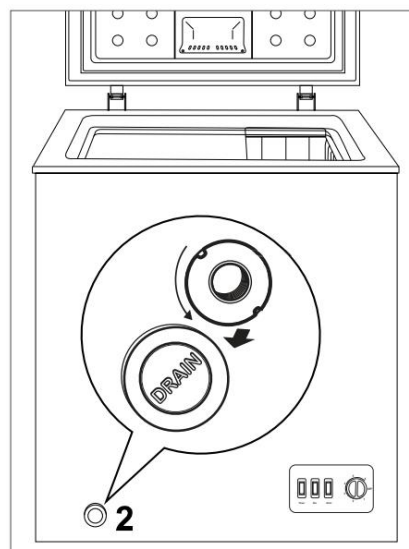

Abb. 8
- 1. Auf den Boden des Gerätes ist ein Tauwasserablaufloch. Wenn das Gerät zum Reinigen abgetaut werden soll, den Deckel (1) aufdrehen und das Tauwasser ablaufen lassen.
- 2. Das Tauwasserrohr (2) (befindet sich vorne an der Gefriertruhe) etwa 20-25 mm abziehen, bis man das Wasserloch sehen kann. Darunter einen Auffangbehälter stellen und das Tauwasserrohr (Abb. 8) so drehen, dass das Tauwasser in den Auffangbehälter ablaufen kann.
- 4. Das Tauwasserrohr wieder zudreihen. Den Innenraum des Gerätes trocknen und die Tauwasserablauföffnung mit den Stopfen (1) zu drehen.